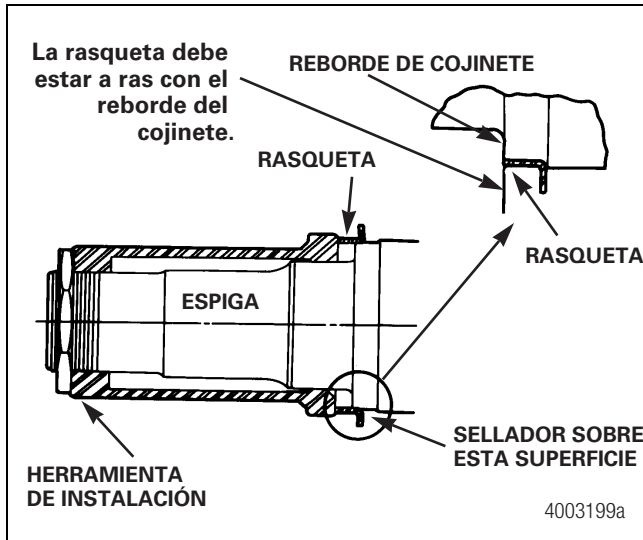

Figura 5.7
1. Si el sello viene con una rasqueta separada, aplique una capa delgada de sellador alrededor del collar del sello de aceite del eje. Después, con ayuda de una herramienta de instalación, conduzca la rasqueta hacia el collar del sello de aceite hasta que su borde quede a ras con el reborde del cojinete. Figura 5.7.